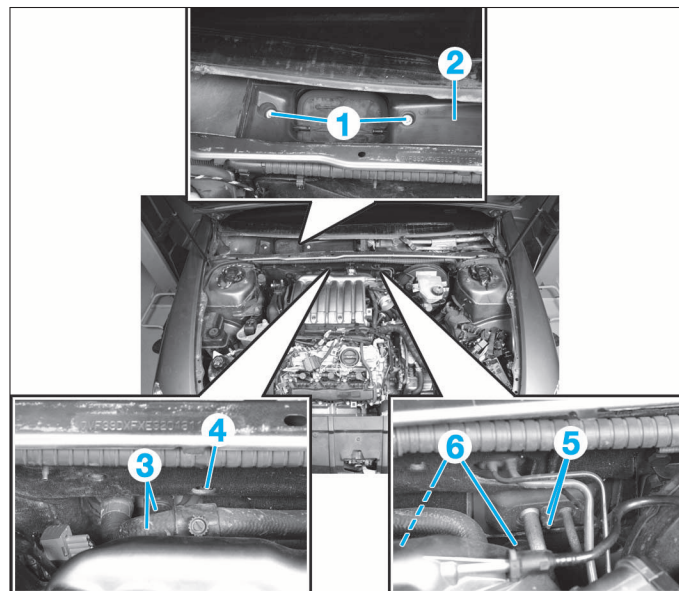

FIG. 8
- Déposer les 2 fixations (1) du support de filtre (Fig.8).
- Pincer les 2 durits (3) d'entrée et de sortie du radiateur de chauffage à l'aide d'un pince durit approprié.
- Désaccoupler les durits (3).
- la fixation (4).
- les écrous (5).